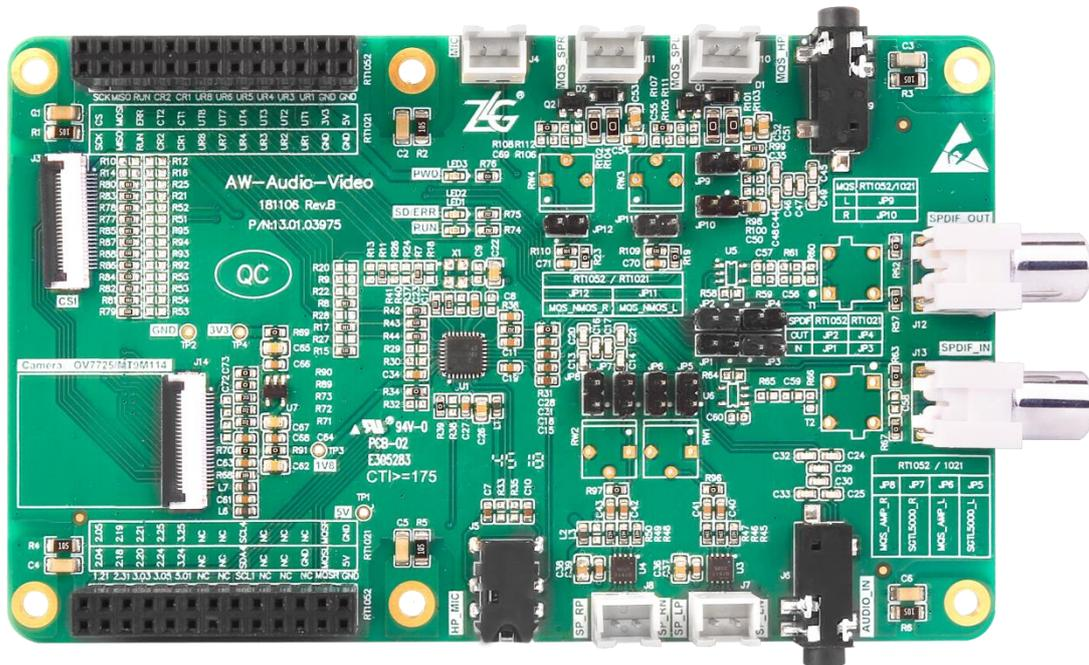

图 2.3 AW-Audio-Video
3. AW-Audio-Video 音视频配板如图 2.3 所示。